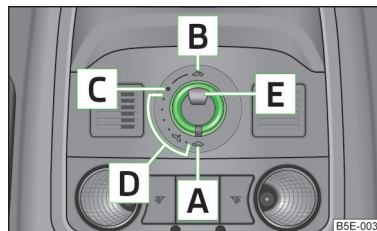

Fig. 24
- Dacă bateria a fost deconectată și apoi reconectată, se poate întâmpla ca trapa glisantă/rabatabilă să nu funcționeze. Apoi aduceți comutatorul rotativ în poziția comutatorului **A** » fig. 24 la pagina 43, trageți de degajare și mențineți-l în jos și înspre în față. După aprox. 10 secunde trapa glisantă/rabatabilă se deschide și se închide la loc. Abia după aceea eliberați comutatorul rotativ.
➤ Rotiți comutatorul în poziția **C** » fig. 24.
- Rotiți comutatorul în poziția **A** » fig. 24.